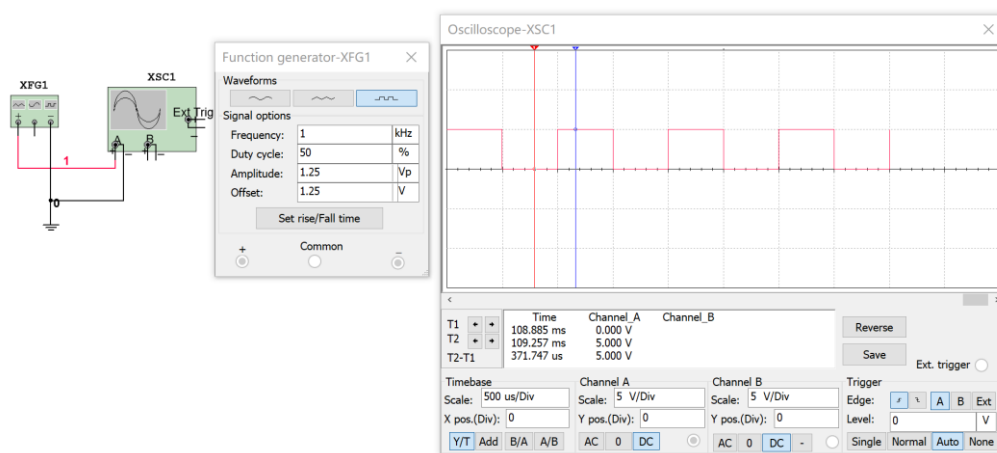

图 7 信号发生器接法 2
2) 如图 7 接法 2, 用+和-, -端接电路地(与示波器共地), 如果不改设置, 此时 $V_{pp}=10V$, 为第一种接法的 2 倍。如果需要 $V_{pp}=5V$, 高电平值为 5V, 低电平值为 0V, 则应设置 Amplitude 为 1.25Vp, Offset 为 1.25V。